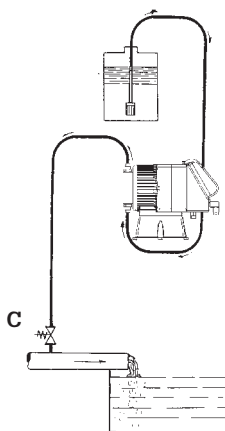

Fig. 6
- c. - Ubicar la bomba como se indica en la figura 5 teniendo presente que ésta puede quedar fijada, tanto debajo como sobre el nivel del líquido que se va a dosificar dentro del límite máximo de 2 metros. El punto de inyección debe estar colocado siempre más arriba del líquido que se va a inyectar. Si la instalación que se va a tratar funciona a la presión atmosférica (adicionamiento con descarga libre) el estanque del aditivo debe quedar ubicado más arriba que el punto de inyección (Fig. 6), controlar periódicamente la funcionalidad de la válvula de inyección, porque su desgaste excesivo puede permitir la entrada del aditivo en la instalación por gravedad (incluso con el equipo detenido). Si el problema permanece, introducir una válvula de contrapresión C, adecuadamente calibrada entre la bomba dosificadora y el punto de inyección (Fig. 6). En el caso de líquidos que emanan vapores agresivos, no instalar la bomba sobre el estanque, a menos que dicho estanque esté herméticamente cerrado.